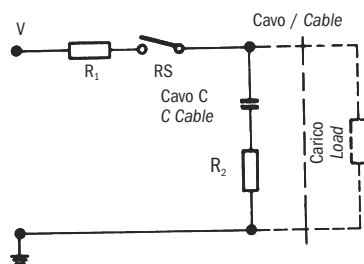
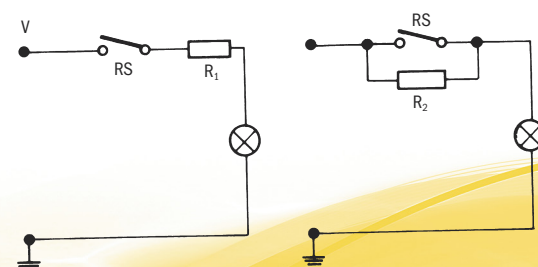

Fig. 4
Fig. 5
2) Carichi capacitivi e lampade Al contrario di quanto avviene con i carichi induttivi, con i carichi capacitivi e con lampade si hanno elevate scariche di corrente che possono provocare guasti immediati, e persino la saldatura dei contatti. Quando si commutano dei condensatori caricati o dei condensatori di linea, si ha un'immediata scarica la cui intensità dipende dalla portata e dalla lunghezza dei carichi. La corrente di scarica di picco è limitata da un resistore in serie con il condensatore, come è indicato nella fig. 4 (vedi pagina seguente). La dimensione del resistore sarà determinata in base alle possibilità esistenti nell'ambito di un particolare circuito. In ogni caso, dovrebbe essere il più grande possibile per limitare lo scarico di corrente entro limiti accettabili. Quanto detto vale anche per il carico con condensatori. Per quanto riguarda i circuiti con condensatori ad elevata scarica di corrente, andrebbero usati i circuiti come da fig. 5 (vedi pagina seguente), con R1 o R2.